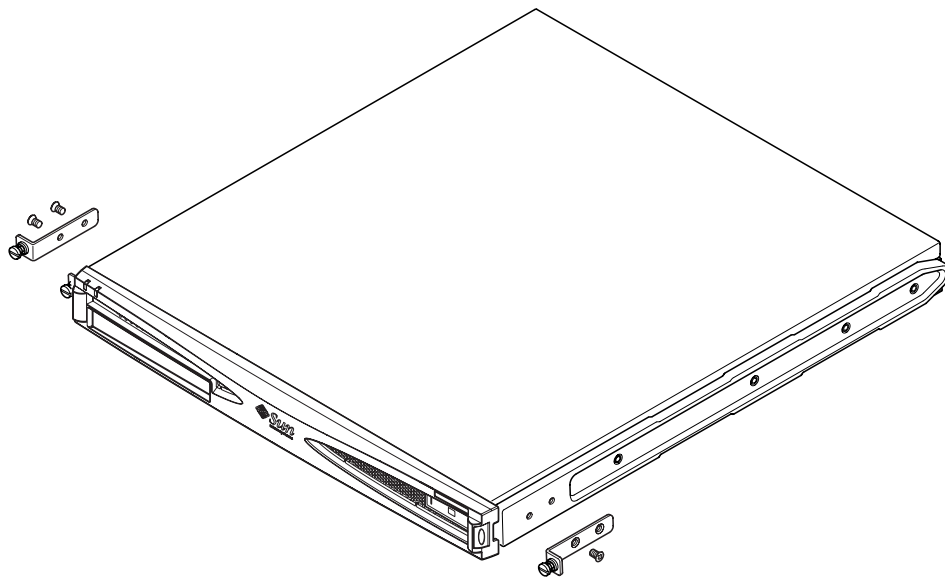

РИС. 5-10 Снятие кронштейнов с винтами с рифленой головкой
1. Снимите монтажные кронштейны с винтами с рифленой головкой, расположенные по обеим сторонам сервера (см. РИС. 5-10).